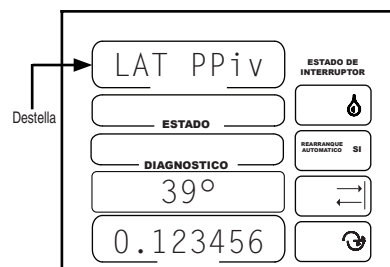

Figura 62-1
1. LAT PPiv debe estar destellando y se visualiza de valor de latitud de la base del pivot. La latitud predeterminada es 90°. Vea la Figura 62-1.